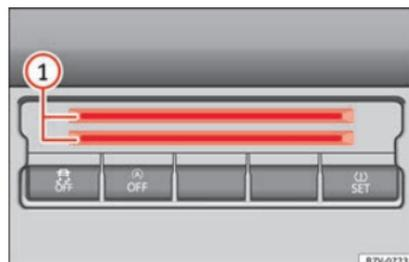

Fig. 180 Consola central, em baixo: compartimento para cartões.
Na parte inferior da consola central existe um compartimento » **Fig. 180** ① para colocar moedas, cartões, talões de estacionamento ou similares.